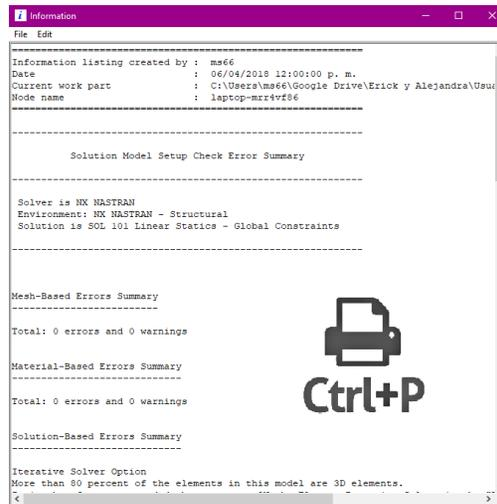

Figura 5.43 Guardar reporte.
- Una vez que aparezca el reporte en formato **.txt**, utilizar el atajo **Ctrl+P** para abrir la pestaña de impresión (Figura 5.43).